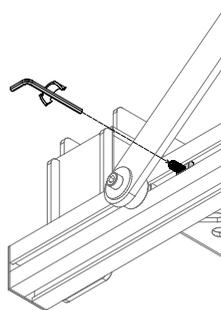

fig. 7
- 2.) Ajuste los tornillos de seguridad en la posición adecuada como se muestra en la ilustración (fig 7). Para ello tiene que soltar los tornillos y colocarlos en el sistema de tijeras a 3mm del punto donde tocaría.